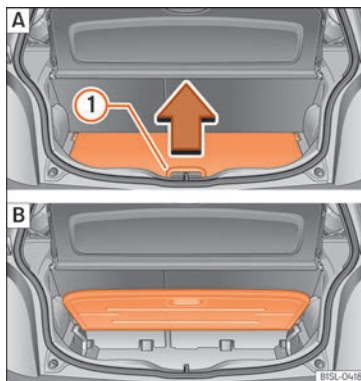

Fig. 95 Terra variable del maletser: A) aixecar el terra variable; B) terra variable aixecat.
- Per aixecar el terra, aixequi l'agafador »» fig. 95 A) ① en el sentit de la fletxa i estireu el terra fins a dalt de tot »» fig. 95 B).